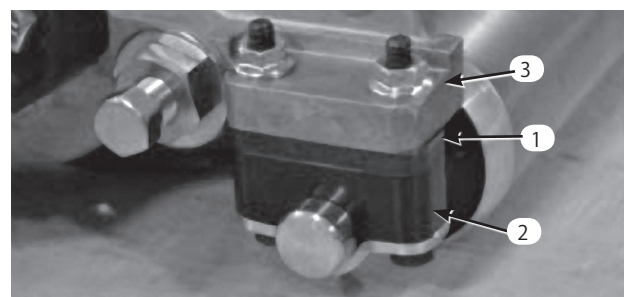

図11
- 刈高 3 mm～25.4 mm の場合：スペーサをサイドプレート取り付けフランジの下にセットする (図 11)。